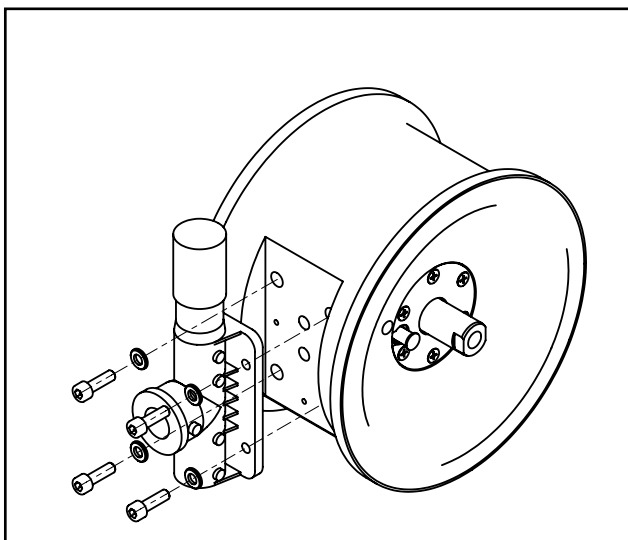

Fig. 19: DEPA AirSave System (DL15/25)
- Suelte los cuatro tornillos que la sujetan al bloque de control. Ahora ya se puede sacar la válvula de control completa, incluyendo el control piloto. Esta operación también se puede realizar sin desmontar previamente la bomba (Fig. 19).
el bloque de control. Ahora ya se puede sacar del bloque de control la válvula de control completa. Esta operación también se puede realizar sin desmontar previamente la bomba. (Fig. 19).